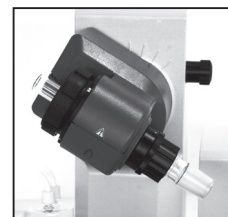

Fig. 10
- ✎ 顺时针转动锁定装置 60° 进行锁定 (fig. 10)；